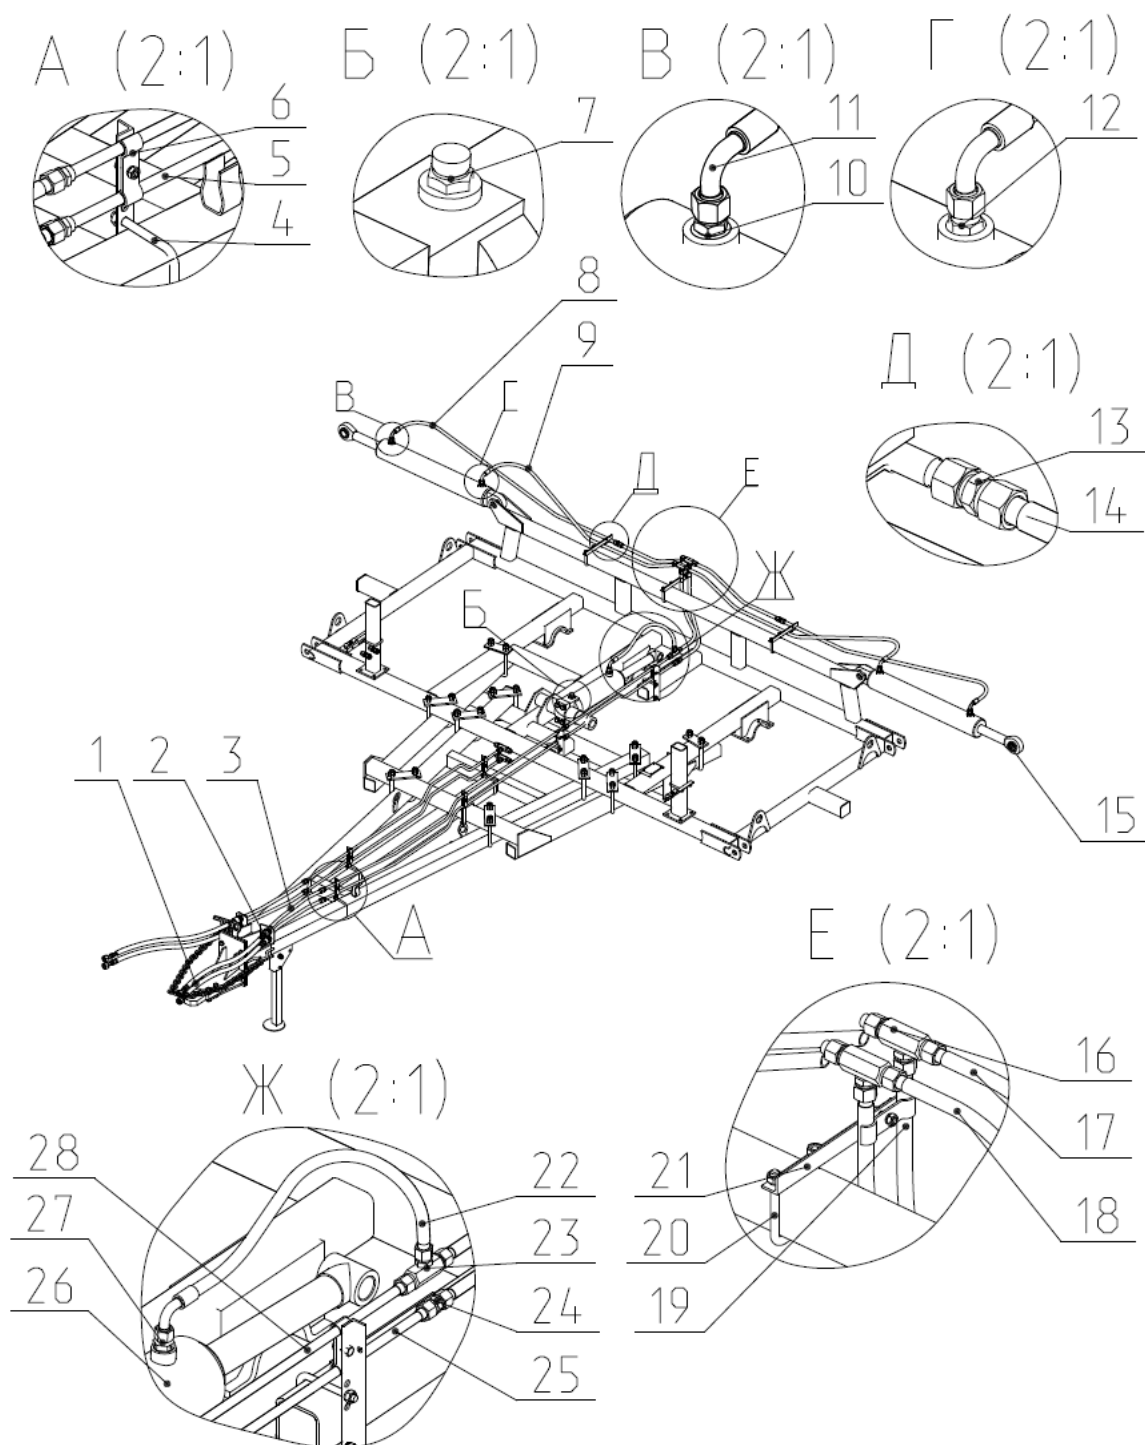

Рис.23 Гидравлика КСП-8.
2.20 Гидросистема культиватора (Рис.23) состоит из трех гидроцилиндров с одной парой выводов к трактору.